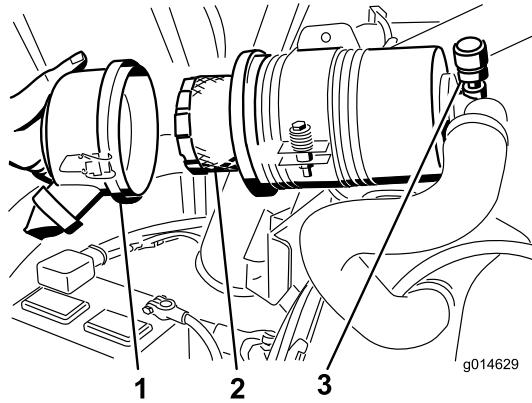

Bild 60
3. Nehmen Sie den Filter heraus und wechseln Sie ihn (Bild 60).